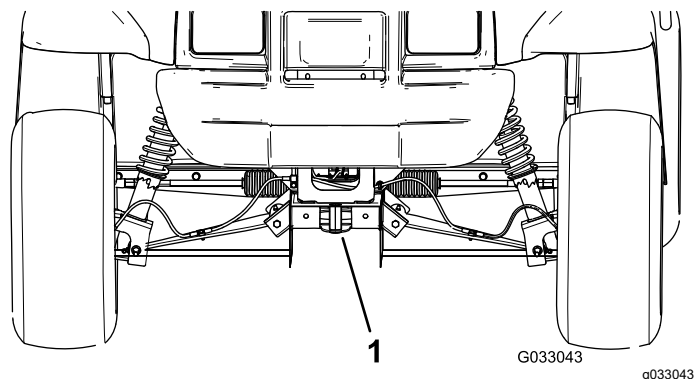
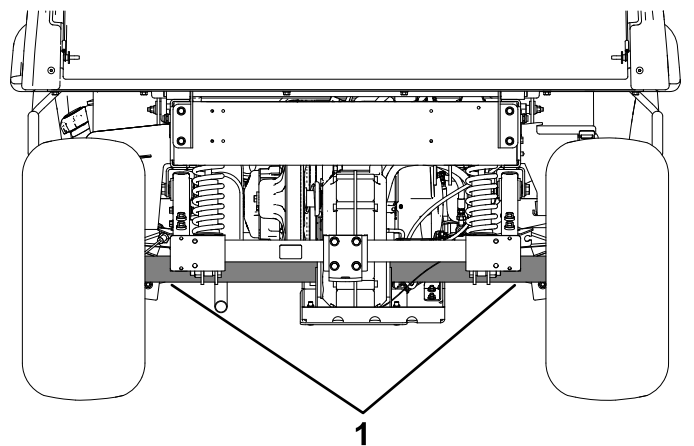

Figura 17
Figura 18
Consulte Figura 17 e Figura 18 para localizar os pontos de fixação da máquina.
2. Ate um cabo de reboque ao garfo, na parte dianteira do chassis da máquina (Figura 17).